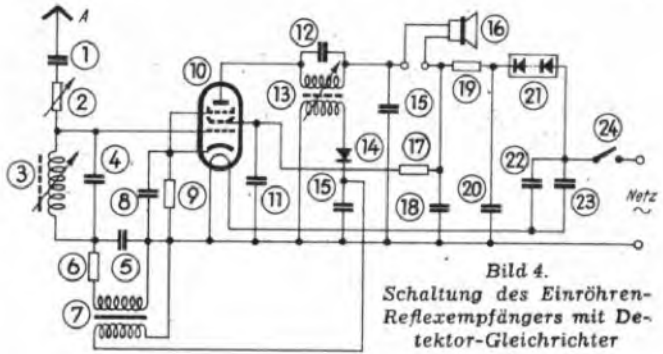

Bild 4. Schaltung des Einröhren-Reflexempfängers mit Detektor-Gleichrichter
**Schaltung 3: Einröhren-Reflexempfänger mit Detektor-Gleichrichter (Bild 4)**